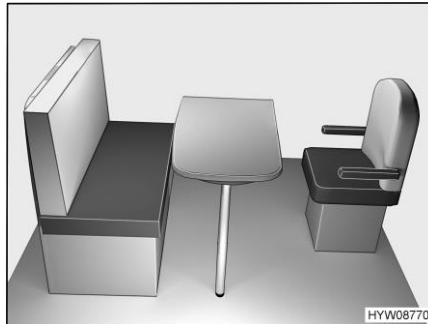

Fig. 64 Avant la transformation
- Tourner le siège conducteur en direction de la table (Fig. 64).